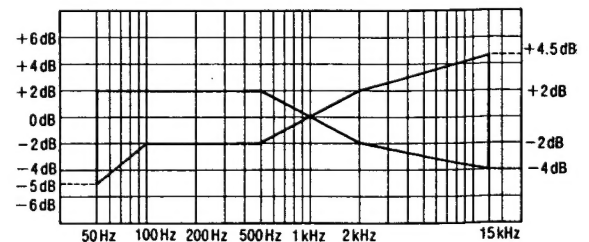

Abb. 10
8. Achten Sie darauf, daß sich der Frequenzpegel in dem in **Abb. 10** aufgezeigten Bereich befindet.